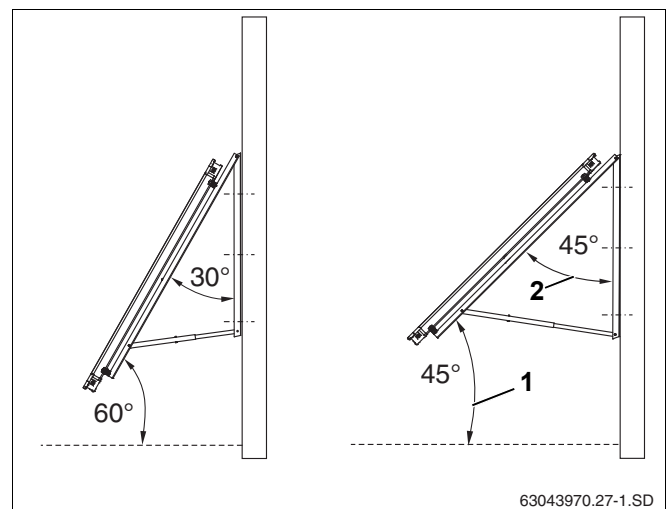

Рис. 10 Установочный угол коллектора на фасаде
- ▶ Установочный угол коллектора (рис. 10, **поз. 1**) относительно горизонта должен быть от 45° до 60° (т.е. угол наклона коллектора Рис. 10, **поз. 2**, должен лежать в пределах от 30° до 45°)